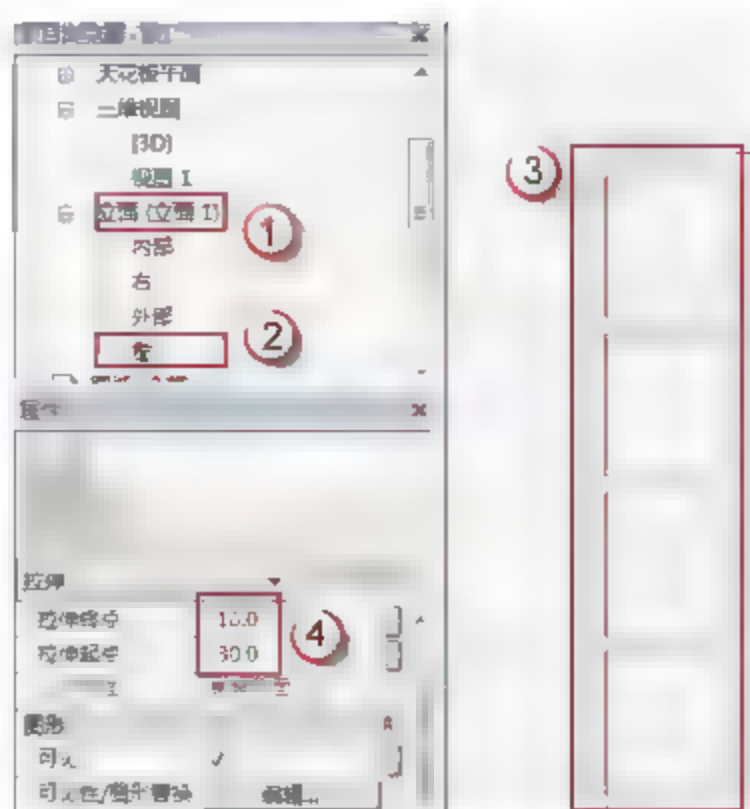

图 7.1.25 C2925 转角窗户玻璃的位置及厚度
(23) 绘制 C2925 窗户玻璃。选择“项目浏览器”中的“立面（立面 1）”→“左”选项，可以进入 C2925 的左立面视图，选择“创建”→“拉伸”命令，进入“修改 | 编辑拉伸”界面，用菜单中的绘制工具绘制 C2925 窗户玻璃，如图 7.1.25 所示。在“属性”面板